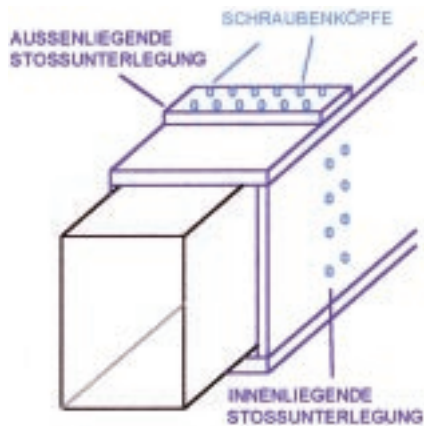

Bild 21
- Innenliegende Stoßhinterlegungen oder außenliegende Stoßabdeckungen bei Querstößen. Bei innenliegenden Stoßhinterlegungen müssen bei harten Platten die Schraubköpfe zur Befestigung sichtbar sein (Bild 21).